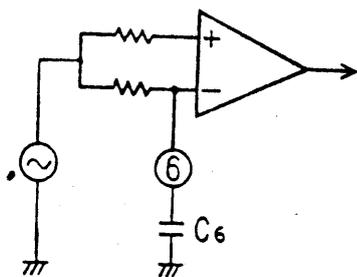

图 8
参看图8。⑥脚外接电容 $C_6$ 使AM放大器的正反馈信号的高频分量旁路，而低频成分作为AGC电路的控制电压。滤波器的截止频率 $f_L$ 由电路的输入阻抗 $22k\Omega$ 和 $C_6$ 来决定，即 $f_L = 1/2\pi \times 22 \times 10^3 \times C_6$ 。在不需要AM高通滤波功能时，可将 $C_6$ 值增大，使 $f_L$ 下降，当 $C_6 \geq 0.47\mu F$ 时，可使低频特性平坦。